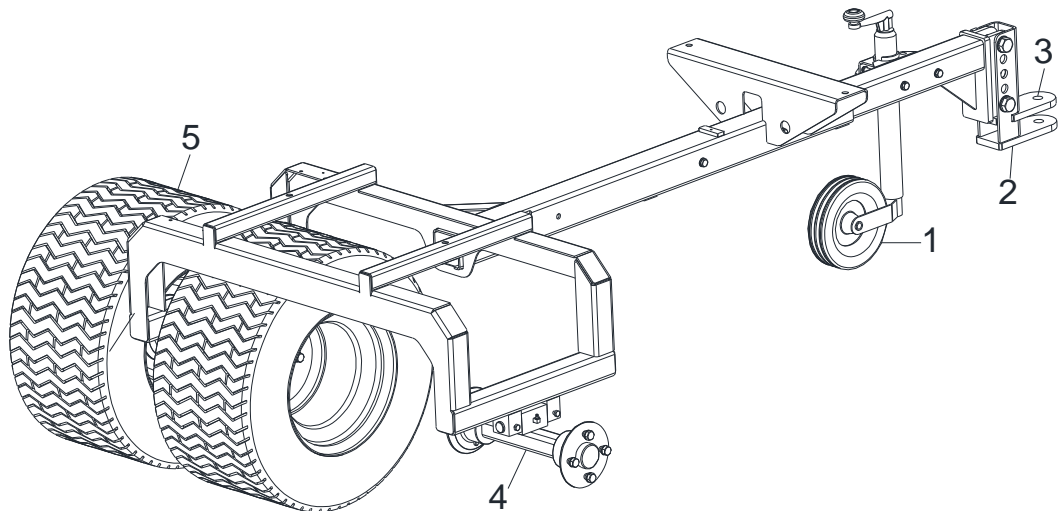

Bild 7 Fahrwerk, komplett DS1200 - Untenanhängung
Das Fahrwerk besteht aus einem Profilstahlrahmen, an dem zwei Laufachsen (Bild 7/4) (jeweils mit Zwillingsbereifung (Bild 7/5)) befestigt sind. Im Profilstahlrahmen steckt die Deichsel (Bild 7/2). Außen links am Profilstahlrahmen ist das Stützrad (Bild 7/1) mit Verstellspindel festgeschraubt.
- Untenanhängung (Bild 7/3)